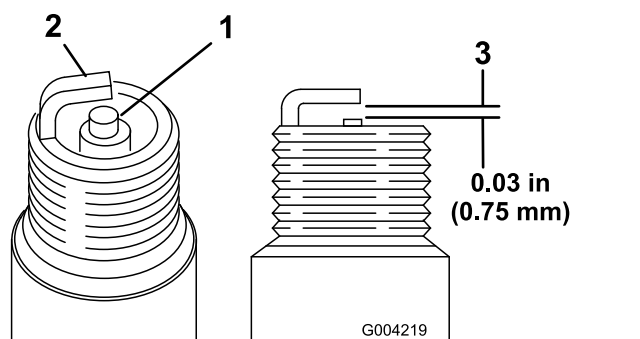

Figure 48
1. Examinez le centre des bougies (Figure 48). Si l'isolateur est recouvert d'un léger dépôt gris ou brun, le moteur fonctionne correctement. S'il est couvert d'un dépôt noir, c'est généralement signe que le filtre à air est encrassé.
2. Contrôlez l'écartement entre l'électrode centrale et l'électrode latérale (Figure 48).
3. Courbez l'électrode latérale (Figure 48) si l'écartement est incorrect.